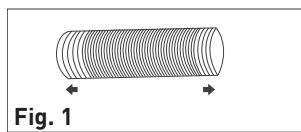
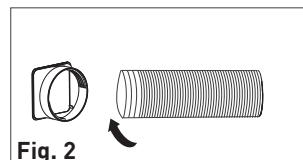

Fig. 1
Fig. 2
- Déployez légèrement une première extrémité du tuyau (Fig. 1), puis vissez-la dans l'adaptateur d'entrée (Fig. 2). Veillez à ce que le tuyau soit vissé au maximum dans l'adaptateur.